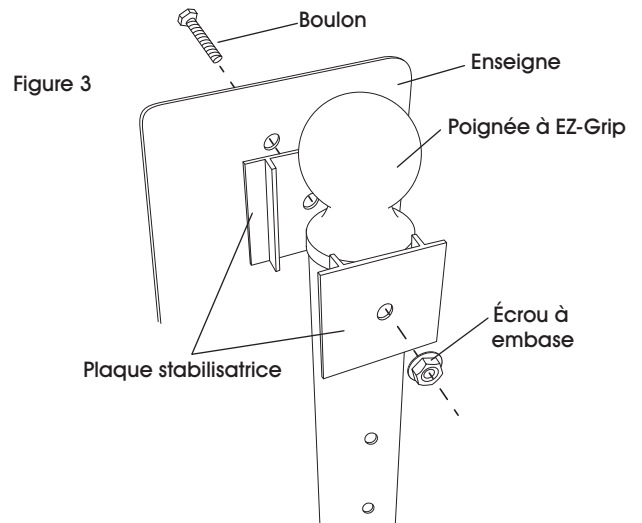

Figure 3
5. Insérez partiellement la poignée à EZ-Grip dans la partie supérieure du cadre. (Voir Figure 3) Pour la plupart des enseignes il est demandé d'insérer les poignées complètement.
6. Fixez le haut de l'enseigne au trou supérieur du poteau pour enseigne à l'aide du matériel fourni. Assurez-vous de placer la plaque stabilisatrice entre l'arrière de l'enseigne et le poteau, avec le côté plat orienté vers l'enseigne et les glissières se prolongeant le long du poteau. (Voir Figure 3)